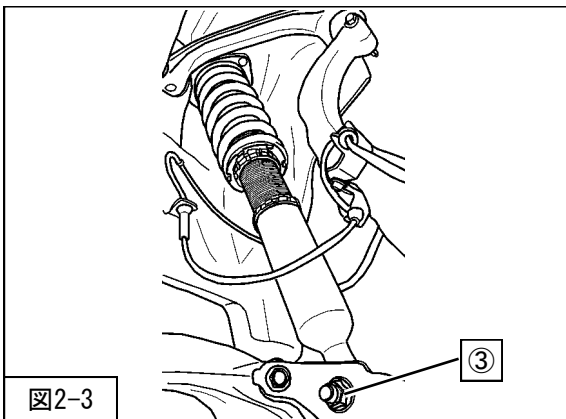

図2-3
3. ③フロントサスペンションASSYロア取付ボルト・ナットを取付けてください。(図2-3)